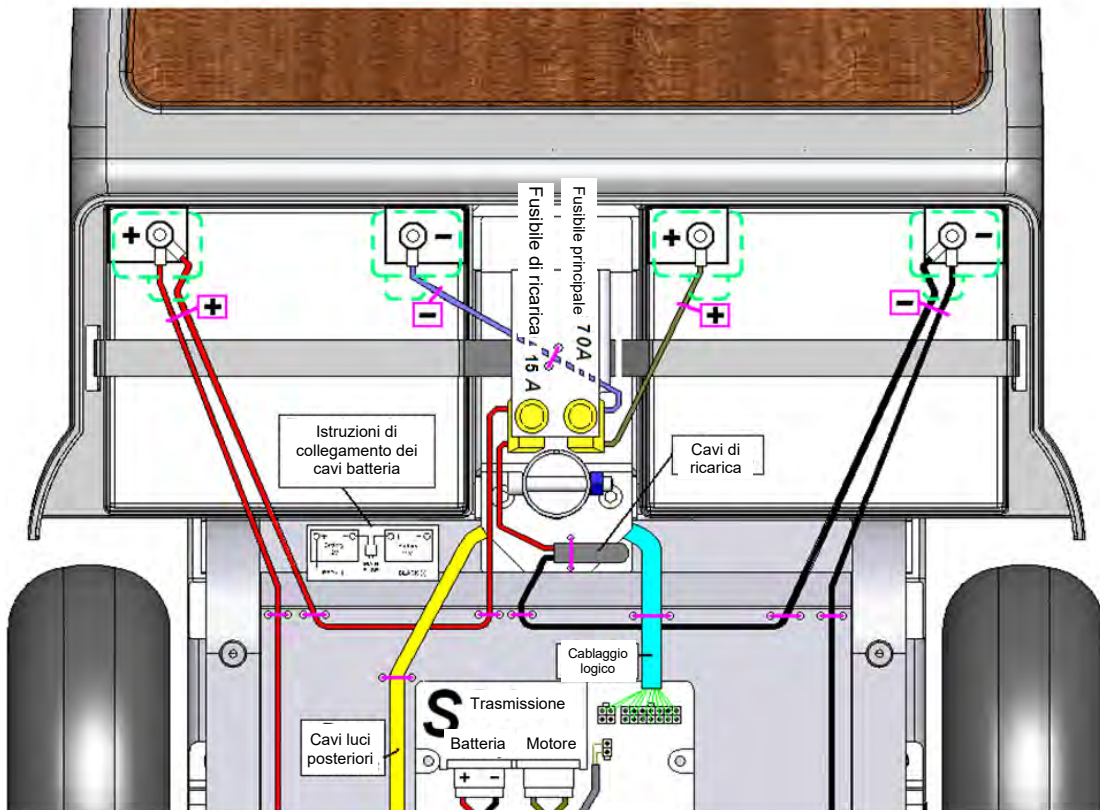

Figura 11
2. I numeri tra parentesi si riferiscono alle parti illustrate nella Figura 11.
Sostituire le batterie	Attenzione! Le batterie devono essere sostituite solo da professionisti qualificati. Avvertenza! Le batterie contengono un'elevata fonte di energia e possono generare scintille con conseguente rischio di incendio. Avvertenza! La manipolazione non corretta delle batterie può causare danni e lesioni. Per questa procedura fare riferimento alla Figura 12. 1. Rimuovere il cappuccio isolante da uno dei terminali della batteria. 2. Utilizzando una chiave da 10/13 mm, svitare il cavo dal terminale. Prestare attenzione che la chiave non tocchi nessun altro terminale o parte metallica per evitare il rischio di danni o lesioni. 3. Ripetere i passaggi 1 e 2 per tutti gli altri terminali. 4. Rimuovere le vecchie batterie e installare le nuove. 5. Collegare i cavi delle nuove batterie come illustrato nella Figura 11 (e sull'etichetta fissata vicino le batterie). 6. Avvitare bene i terminali e reinserrire i cappucci isolanti.